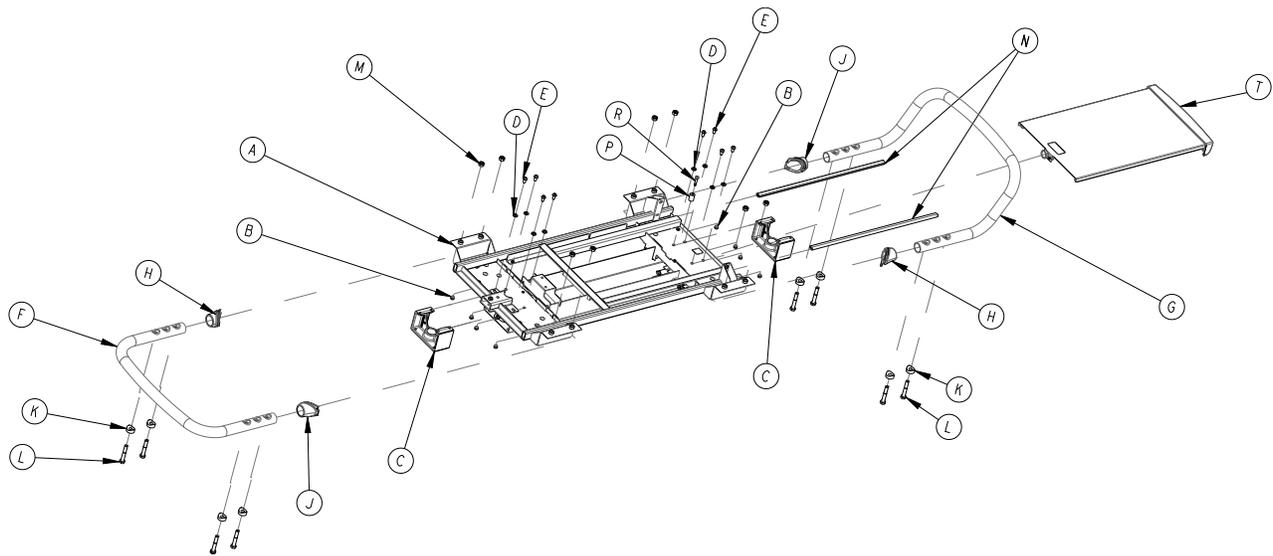

Figure 6 – Support de vérin
4. Tirer le plateau de travail (T) vers l'extérieur (Figure 6).